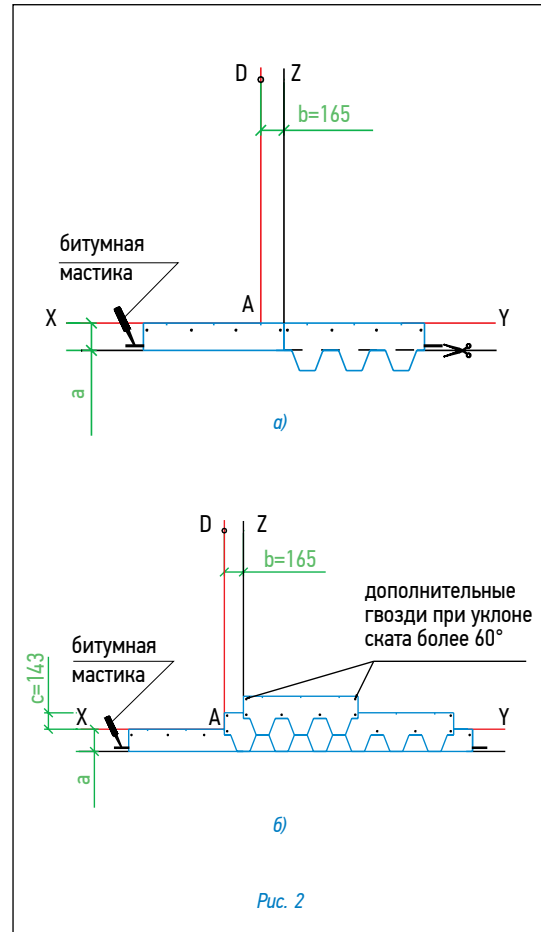

Рис. 2
**Укладка материала (рис. 2)**
- Начальный ряд формируется из специальной коньково-карнизной черепицы, либо из листов черепицы обрезанных по линии образованной конечными точками вырезов. Элементы начального ряда укладываются по линии карниза в обе стороны от линии Z (рис. 2а) и фиксируются по нижнему краю битумной мастикой, а по верхней кромке 4 гвоздями (ось гвоздей на 5 см ниже верхнего края полосы);
- далее первый ряд черепицы укладывается от линии AD (рис. 2б);
- второй ряд укладывается от линии Z (со смещением 16,5 см от AD) (рис. 2б);
Каждый лист гибкой черепицы крепится 4 гвоздями в штатных местах таким образом, чтобы гвоздь прошивал и верхний край нижележащего листа черепицы (рис. 2б). При укладке черепицы на скатах при уклоне больше 60° лист должен крепиться 6 гвоздями (2 дополнительных гвоздя фиксируют верхние углы листа на расстоянии от краев 2,5 см).